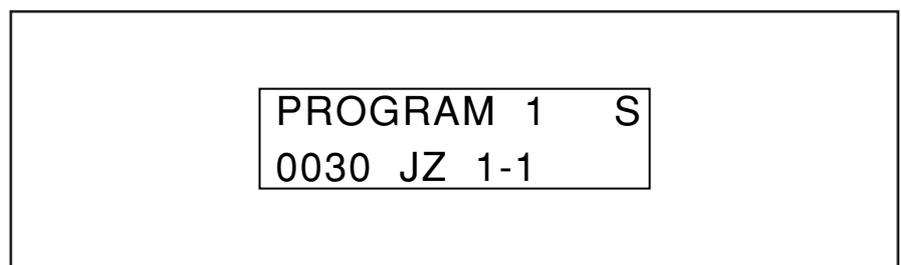

図3-8：ステップ停止したときの表示
- (1) TC時間内にMV等の動作を開始した場合は、非動作時間のカウントは停止します。
- (2) 「ステップ停止」したあと、運転を再開したときに、まだ非動作状態の場合は、非動作時間のカウントを0から開始します。
- (3) SS機能により「ステップ停止」したときは、図3-8に示すように、ティーチングペンダントまたはオペレーティングパネルのプログラム名の横に、「S」を表示します。